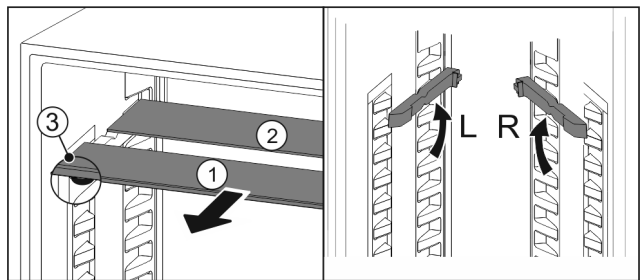

Fig. 127
- ▶ Издърпайте Fig. 127 (1) поотделно стъклените плочи напред.
- ▷ Стъклената плоча Fig. 127 (1) с декоративната лайсна е отпред.
- ▷ Ограничителите Fig. 127 (3) сочат надолу.